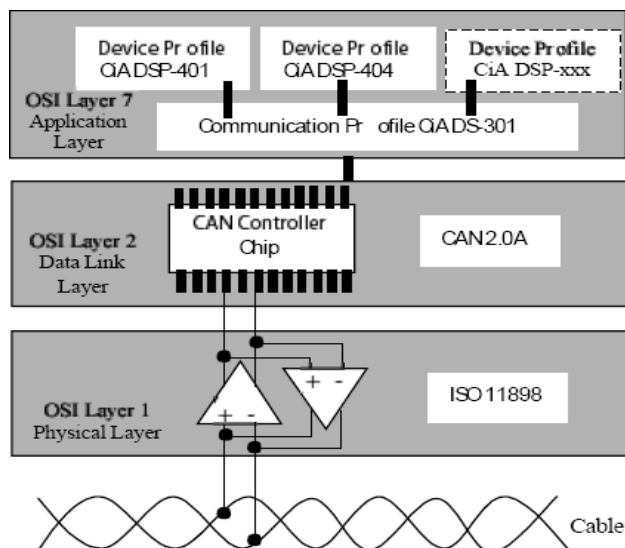

图 1-1 CAN、CANopen 标准在 OSI 网络模型中的位置框图
**CANopen:** CANopen 协议是 CAN-in-Automation(CiA)定义的标准之一，CANopen 规定了应用层（Application layer）、通讯描述（CiA DS-301）、设备描述（CiA DSP-4XX）以及所用电缆和接口（CiA DSP-303）等。应用层为网络中每一个有效设备都能够提供一组有用的服务与协议。通讯描述提供配置设备、通讯数据的含义，定义数据通讯方式。设备描述为设备（类）增加符合规范的行为。在 OSI 模型中，CAN 标准、CANopen 协议之间的关系如图 1-1 所示。